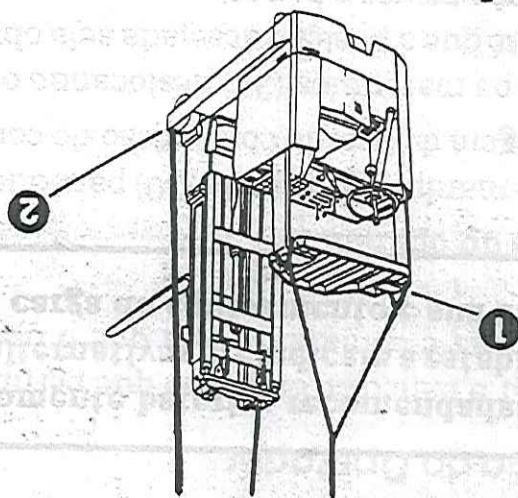

Figura 5
Para transportar o veículo por guindaste, passar o cabo em volta da proteção da cabina do operador (1), e para facilitar o equilíbrio, fixar um gancho em cada uma das patolas (2). Ver figura 5.